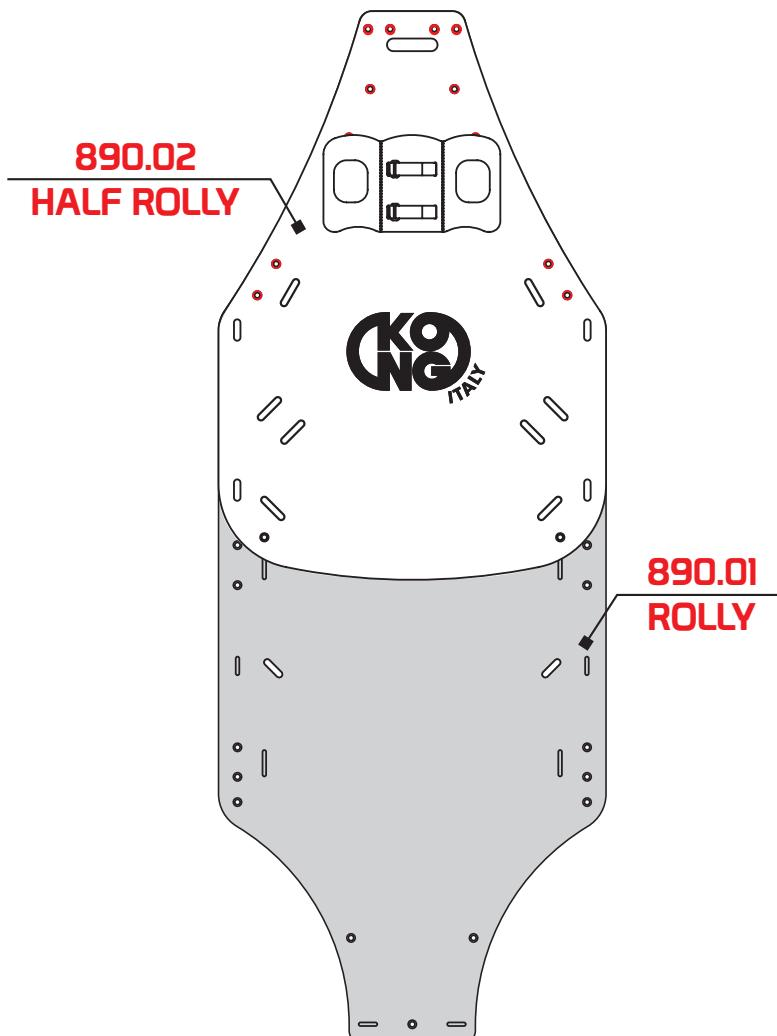
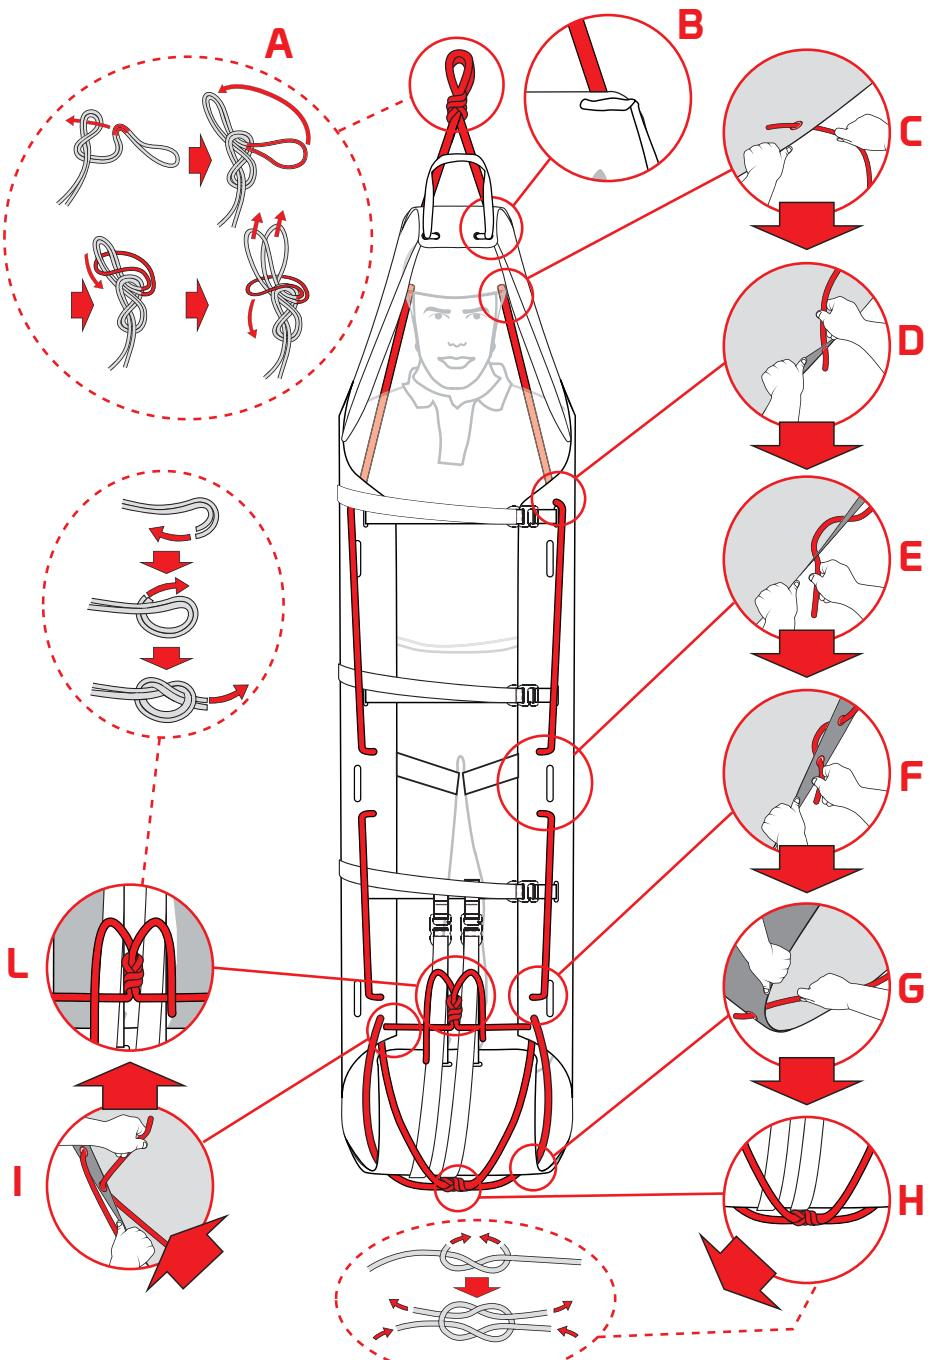

Fig.18
Fig.19
- superposer la toile de sauvetage "HALF ROLLY" avec le patient immobilisé, vérifier que les trous soient alignés (fig. 18) et enfiler la corde (M) – fig. 19.